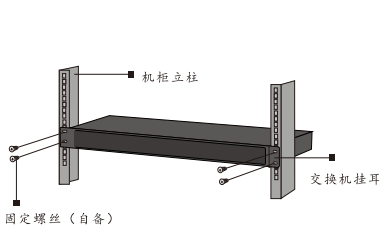

图1-3
- 将浮动螺母(用户自备)安装到交换机安装位的立柱方孔上。如图1-3(挂耳与托盘相配合的方式进行安装。将交换机放置在托盘上，根据实际情况和挂耳的安装位置，沿机柜移动交换机至合适的位置，然后进行固定。)